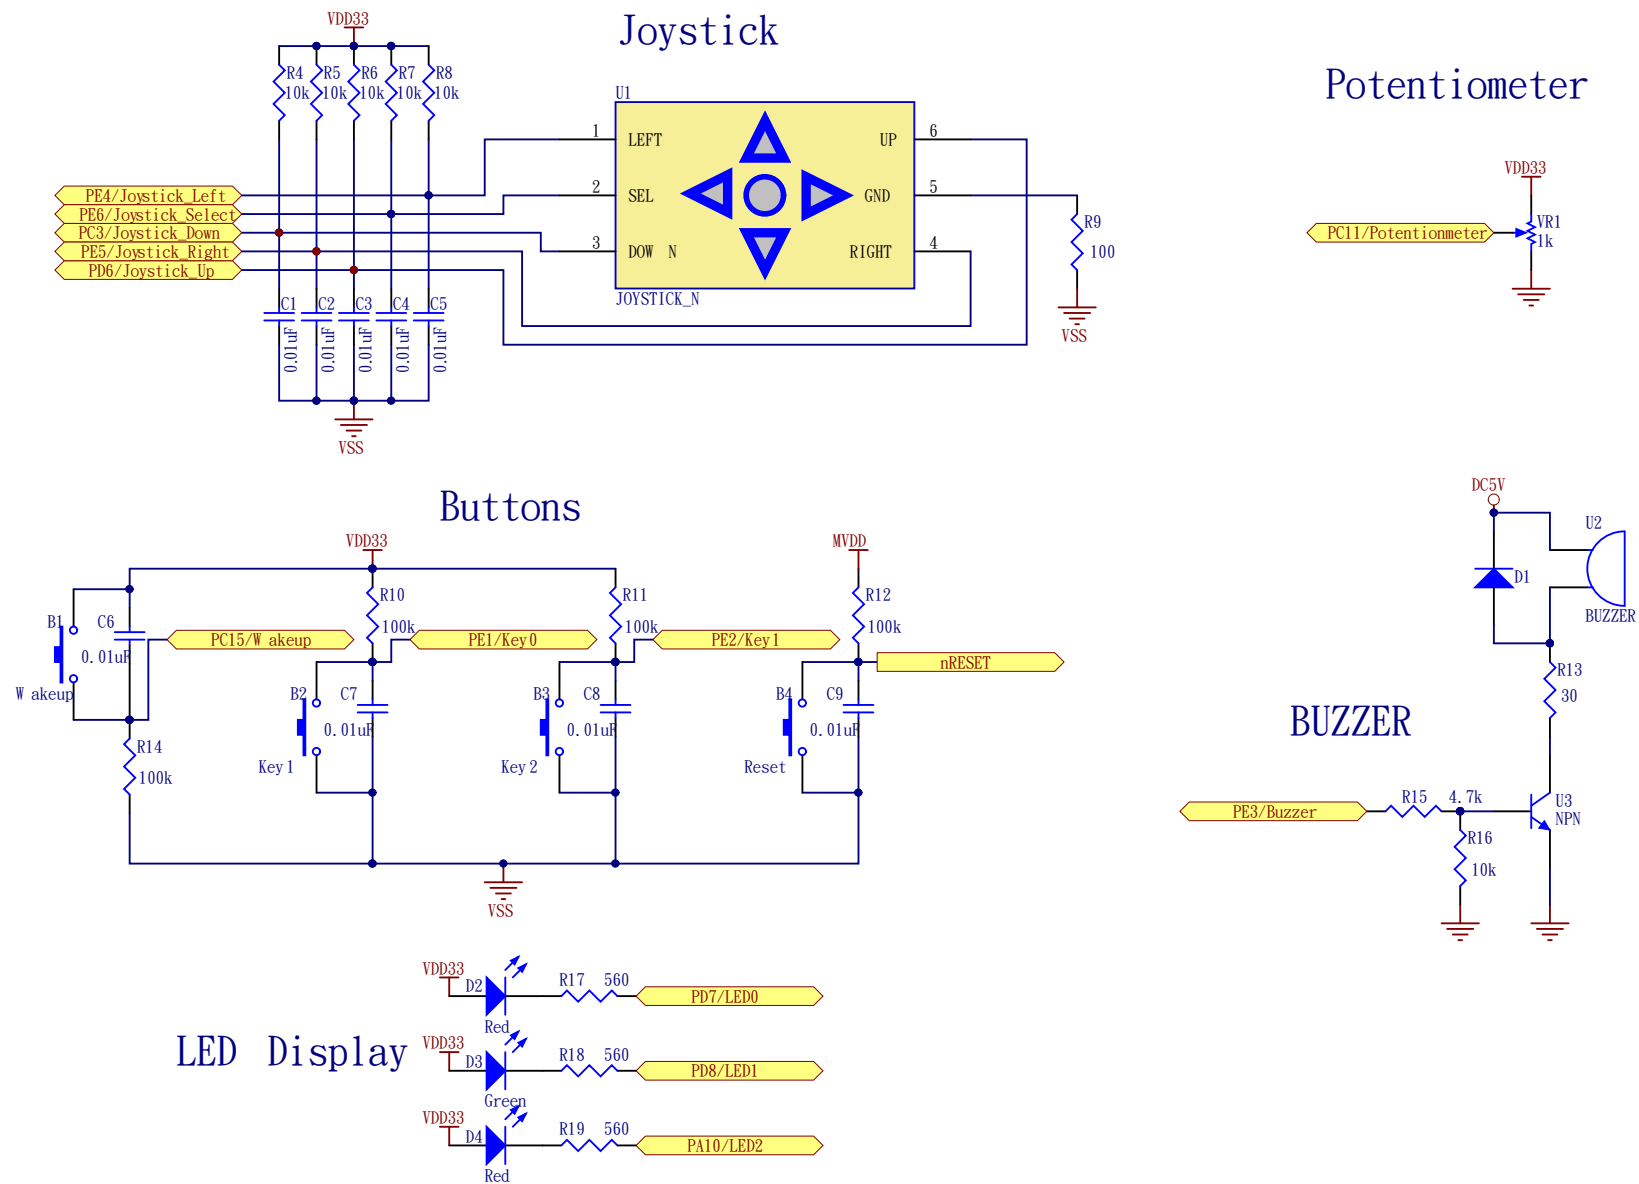

图 20. 操纵杆、按键、蜂鸣器、LED 显示器和电位器
- 图 20 包含了操纵杆、按键、蜂鸣器、LED 显示器和电位器。